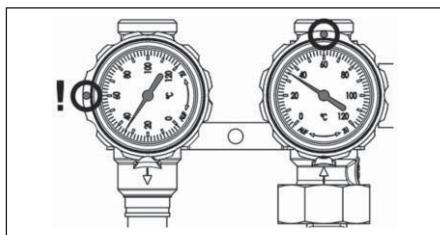

Afb. 6.17 Ontluchten via debietmeter
- Ontlucht de zonne-installatie met de hand tijdens de spoelprocedure door de aftapkogelkraan aan de zijkant van het debietmeet- en instelapparaat tussendoor gedurende ca. 20 sec. te sluiten en abrupt weer te openen (afb. 6.17). Herhaal deze procedure in regelmatige afstanden.